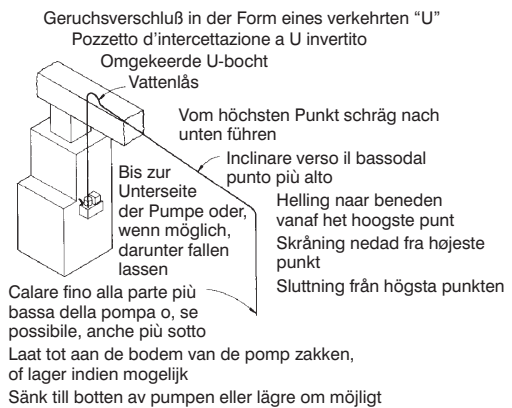

Fig. 10
1. Biigsame Schlauch-oder Rohrleitungen vom Verdampferablaß zum (1 von das 3) Pumpeneinlaß verlegen. Sicherstellen, daß das Einlaßrohr nach unten abfällt und ein Abflauen durch Schwerkraft ermöglicht (Fig. 10). Ziehen Sie das Einlaßrohr etwa 2 - 7 cm in den Tank hinein, so daß es auf keinen Fall den Schwimmermechanismus behindern kann. Das Einlaßrohr muß an der Stelle, an der es in den Tank eintritt, schräg durchgeschnitten sein.